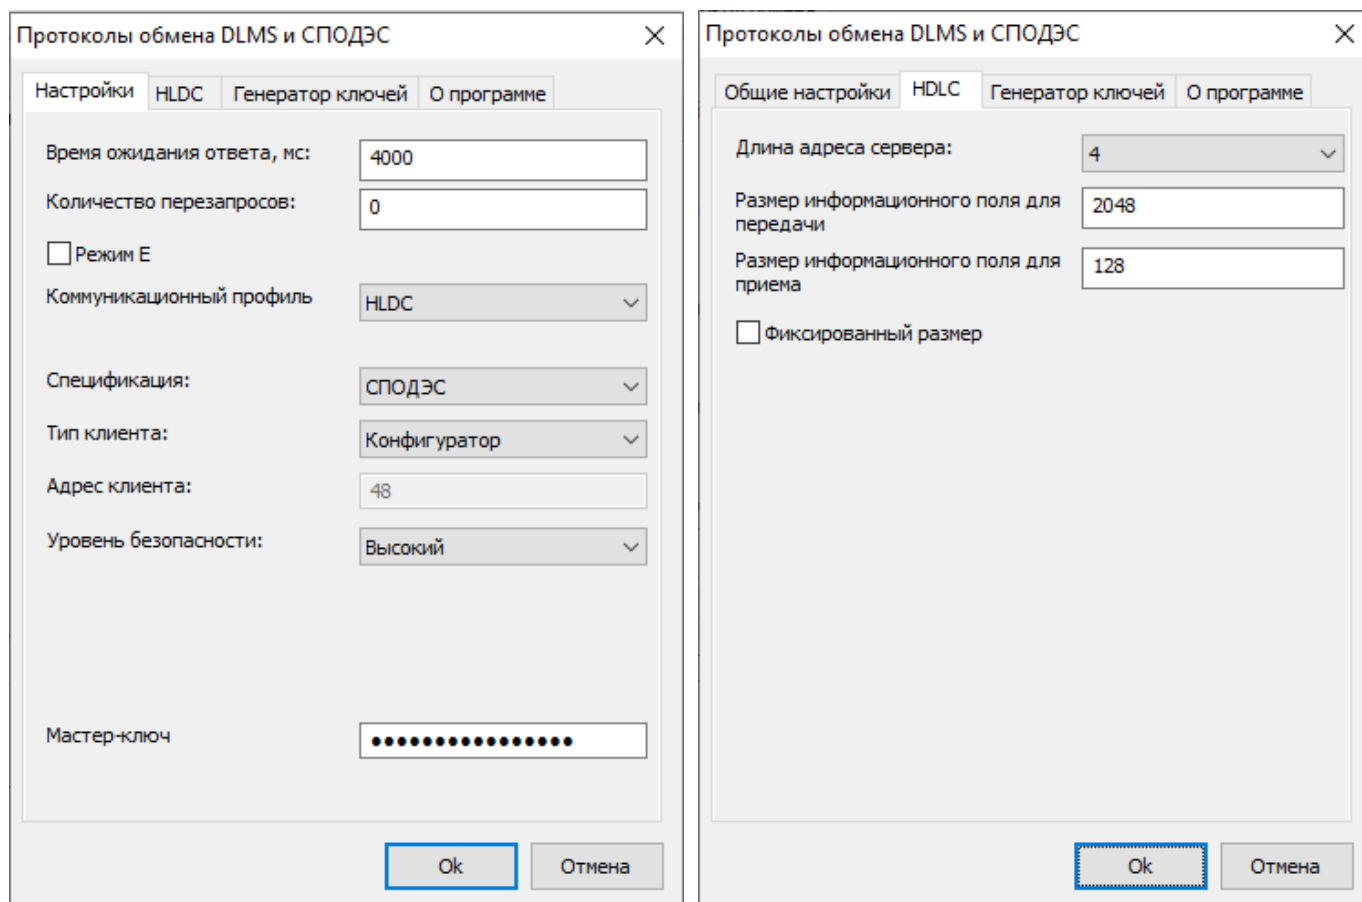

Рисунок 43 – Окно настроек протокола обмена DLMS
5.3.7.5 Для протокола СПОДЭС откроется окно настроек протокола (см. рисунок 43):